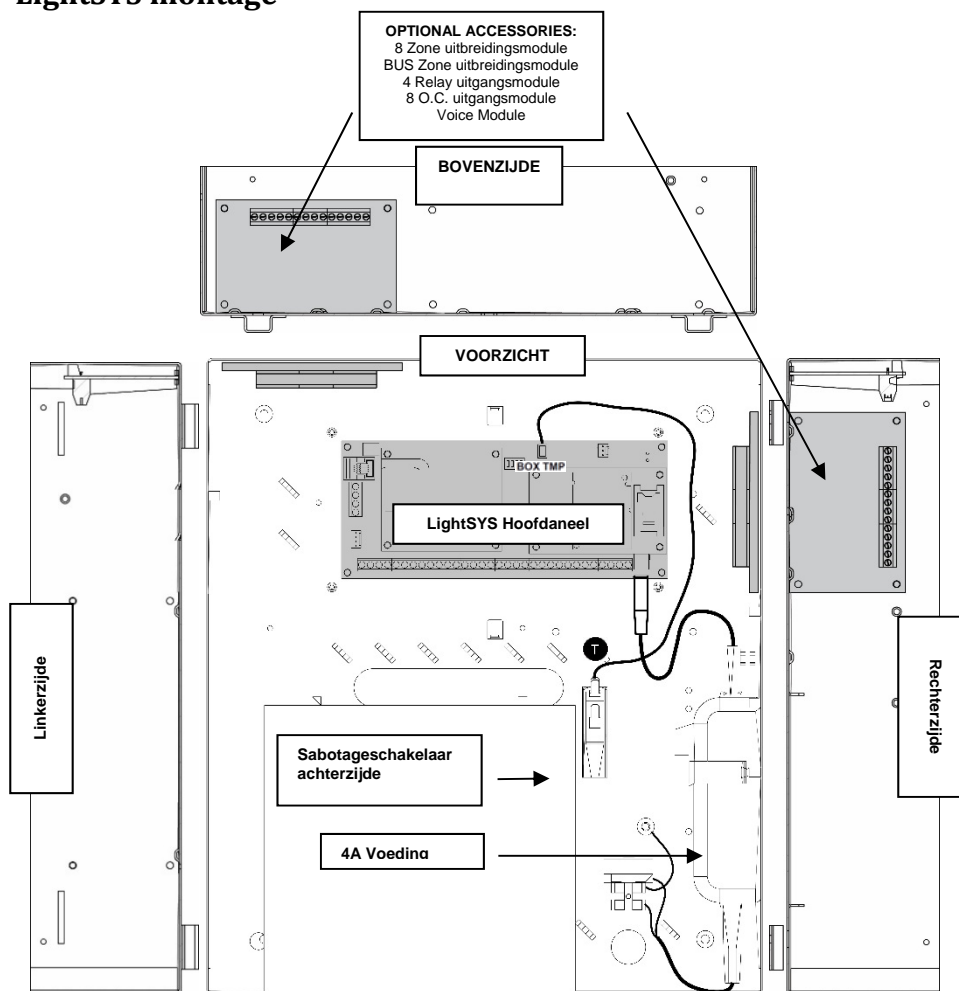

Figuur 2
1. Installeer de ProSYS Plus PCB zoals hierboven beschreven (figuur 2).